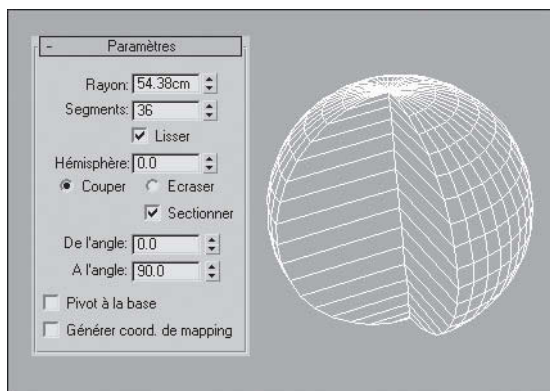

Fig.2.34
- 2 Déterminez les valeurs dans les champs **De l'angle** (définit l'angle de départ) et **A l'angle** (définit l'angle d'arrivée). Pour les deux paramètres, des valeurs positives déplacent l'extrémité de la section dans le sens contraire des aiguilles d'une montre tandis que des valeurs négatives la déplacent dans le sens des aiguilles d'une montre. L'ordre de sélection des paramètres n'a pas d'importance. Lorsque les deux extrémités se rencontrent, la sphère complète réapparaît (fig.2.34).